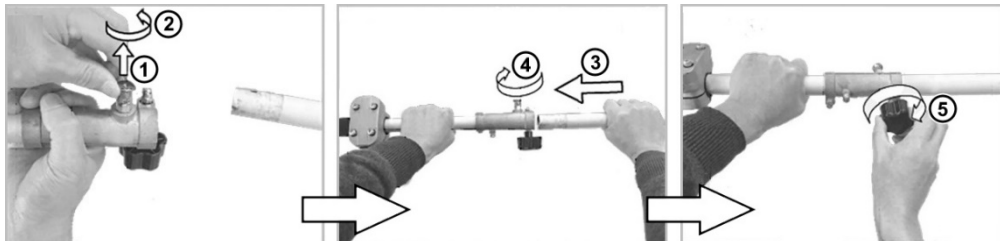

Рисунок 3
3.4 Монтаж штанги (дивіться рисунок 3):